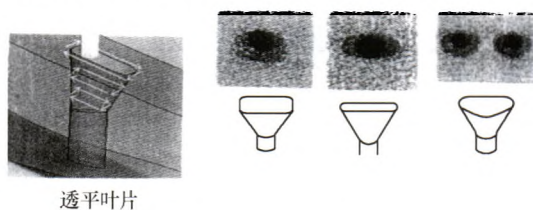

图3 冷却孔与扩散口的展成加工
(1) 扩散口的展成加工(轮廓加工的组合) 该机床是利用了电极损耗率(100%)较高的放电条件进行高速加工、并使管子电极实施旋转,以此控制管子电极外周达到均匀的损耗(见图 3)。
(2) 电火花加工的控制把用于能实施高精度、高速加工微细形状的放电控制技术也应用在以水作加工液的线电极切割加工中,将工件设置在加工液